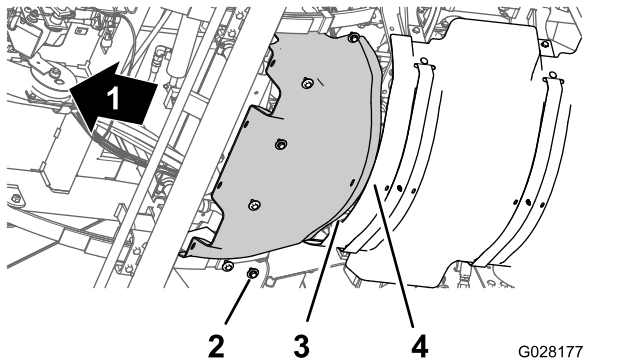

Figura 58
1. Alinee la brida trasera del protector térmico delantero sobre la brida delantera del protector térmico trasero (Figura 58).
2. Alinee los taladros del protector térmico delantero con los taladros roscados del chasis (Figura 58).
3. Monte el protector térmico delantero en la máquina con los seis pernos de cabeza hexagonal y las seis arandelas (Figura 58) que retiró en el paso 3 de Retirada del protector térmico delantero (página 52).